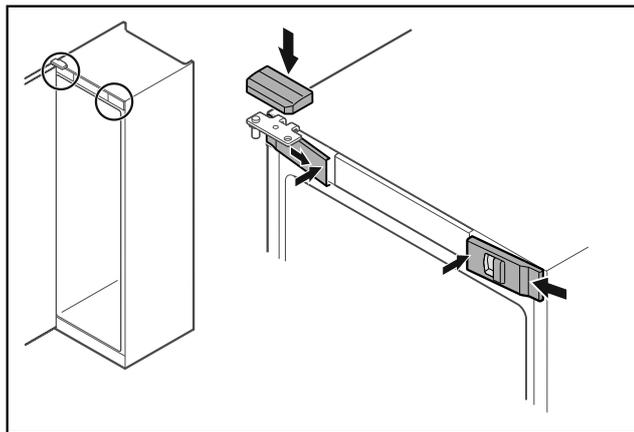

Fig. 48
- ▶ Зацепите сбоку и защелкните передние крышки Fig. 48 (1) с внутренней стороны.
- ▶ Защелкните верхнюю крышку Fig. 48 (2) сверху.